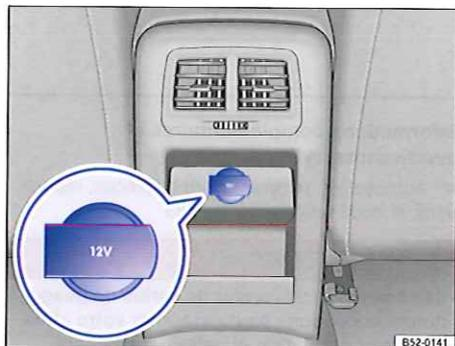

Fig. 134 Dans la partie arrière de la console centrale : prise de courant 12 volts
- Dans la partie arrière de la console centrale  $\Rightarrow$  fig. 134